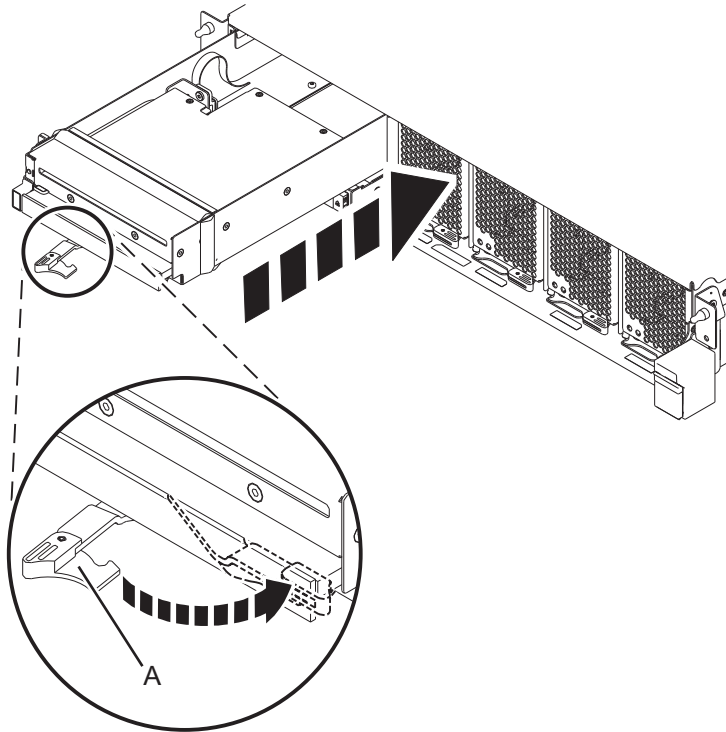

図 7. 9080-MHE、9080-MME、9119-MHE、または 9119-MME システム制御装置へのスリムライン・メディア・デバイスの取り付け
- a. スリムライン・メディア・デバイスのハンドル (A) が 12 ページの図 7 に示すように回転して、開いていることを確認します。